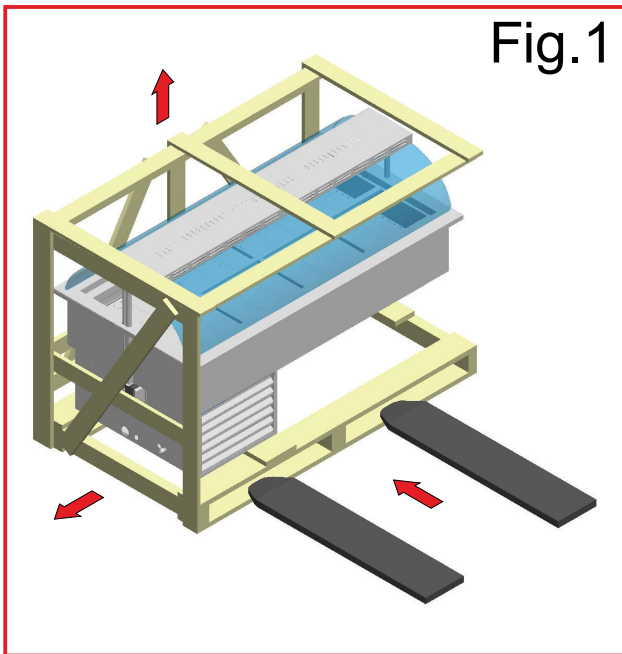

Fig.1
**1.** Tagliare la reggia, sfilare la scatola verso l'alto, schiodare le tavole di legno, prestando attenzione ai chiodi. **2.** Togliere i cristalli e le buste posti sul piano. **3.** Infilare le forche del sollevatore fra apparecchiatura e pallet o cassa (Fig.1), facendo attenzione a non danneggiare il cavo d'alimentazione. **4.** Sollevare l'apparecchiatura. **5.** Eliminare il pallet o cassa. **6.** Posare l'apparecchiatura su un piano livellato orizzontale. **7.** Fare attenzione a non lasciare niente nell'imballo prima di buttarlo. **8.** Separare i materiali dell'imballaggio secondo la composizione in modo da facilitarne lo smaltimento.